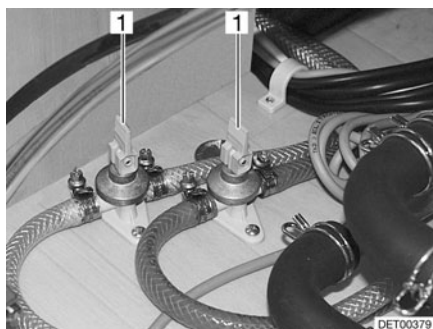

Fig. 115 Robinets de vidange
- Fermer les robinets de vidange. Placer les leviers à bascule (Fig. 115,1) en position horizontale.
- Ouvrir les robinets de vidange (Fig. 115). Pour cela, placer les leviers à bascule (Fig. 115,1) en position verticale. Le chauffe-eau est vidé à l'extérieur par le biais des robinets de vidange.